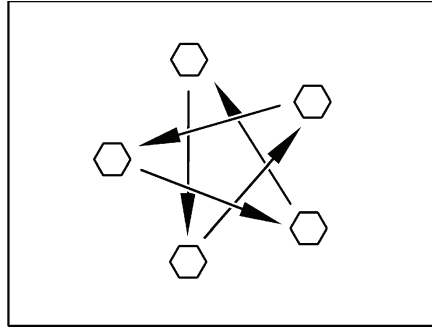

Bild 305 Radmuttern oder Radschrauben über Kreuz anziehen
- Radmuttern oder Radschrauben regelmäßig auf festen Sitz prüfen. Radmuttern oder Radschrauben eines ausgewechselten Rades nach 50 km über Kreuz nachziehen (Bild 305).
- ▷ Radmuttern oder Radschrauben über Kreuz anziehen (Bild 305).